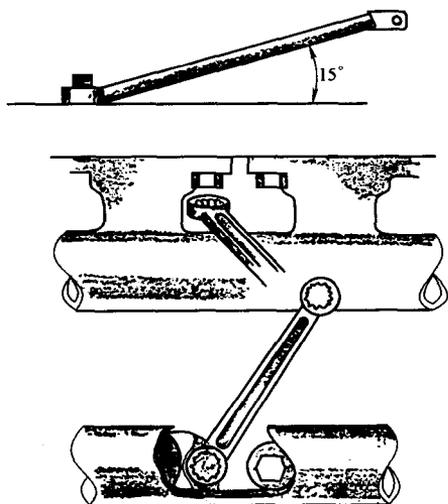

图 1-4 梅花扳手的使用
(1) 用途 梅花扳手和呆扳手的用途相同。但这种扳手两端是套筒式的,工作时不易滑脱,如图 1-3 所示。其套筒内一般有十二个缺口,因此便于拆装位置受限制的螺栓。使用方法如图 1-4 所示。专门用于拆装进、排气支管螺母的半月形梅花扳手如图 1-5 所示。